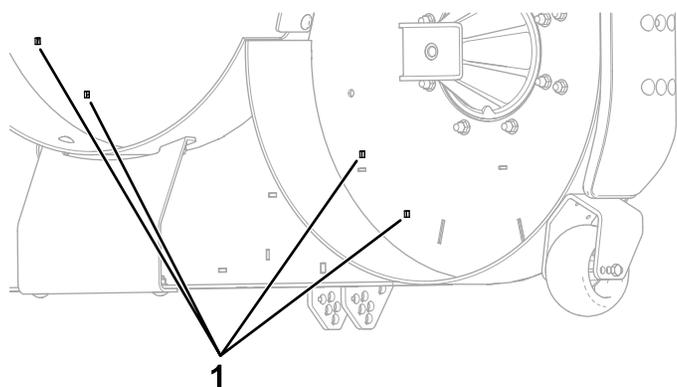

Рисунок 5
1. Удалите 4 заглушки с деки газнокосилки (Рисунок 5).